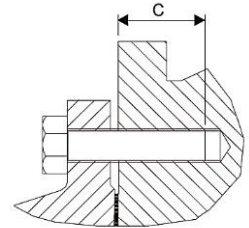

Abb. 7 | Einschraubblende
- › Schrauben nach ISO 4014 (siehe Abb. 7 und Tabelle 3)